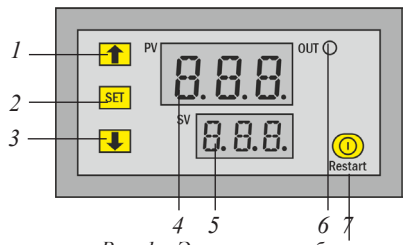

Рис. 1 – Элементы прибора
3.1. После включения питания прибор сразу перейдет в режим измерения. На индикаторе 4 (рис. 1) будет отображаться текущее значение температуры, на индикаторе 5 – значение уставки.
3.2. Для включения/выключения прибора при включенном питании нажмите и удерживайте кнопку 7 (рис. 1) в течение 2 с.
Для изменения значения уставки нажмите однократно кнопку SET (п. 2 рис. 1). Индикатор 5 начнет мигать. Далее используйте кнопки: ↓ – для уменьшения значения, ↑ – для увеличения значения. Для грубой настройки нажмите и удерживайте соответствующую кнопку, для более тонкой настройки нажимайте однократно. Прибор сохранит измененное значение и вернется в режим измерения автоматически через 3 с бездействия.